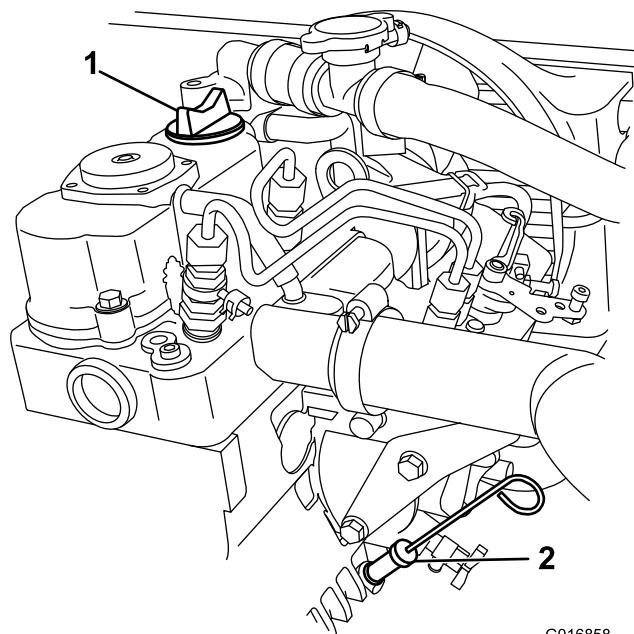

Figura 17
- Utilice un trapo para limpiar alrededor de la varilla del aceite (Figura 17) para impedir que caiga suciedad por el tubo de llenado y cause daños en el motor.
- Introduzca la varilla de aceite a fondo en el tubo (Figura 17).
- Retire la varilla y observe el extremo (Figura 17).
- Instale la varilla de aceite y asíéntela firmemente (Figura 17).